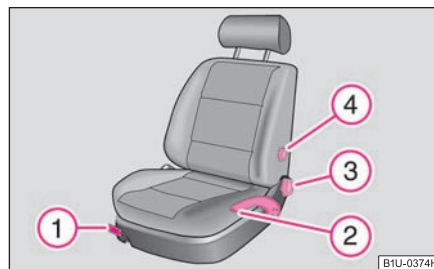

Fig. 54 Elemente de comandă pe scaun
- Se trage maneta ① ⇒ fig. 54 în sus și se deplasează scaunul în poziția dorită.
- Se eliberează maneta ① și se deplasează scaunul mai departe, până când se blochează.
- Depărtați spatele de pe spătar și rotiți roțița ③ ⇒ fig. 54, pentru a regla spătarul scaunului.